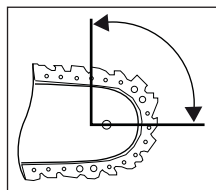

Fig. 1
- În anumite situații, contactul cu vârful șinelor poate duce la o reacție neașteptată, orientată în spate, în cadrul căreia lama 16 este proiectată în sus și în direcția utilizatorului (a se vedea fig. 1).